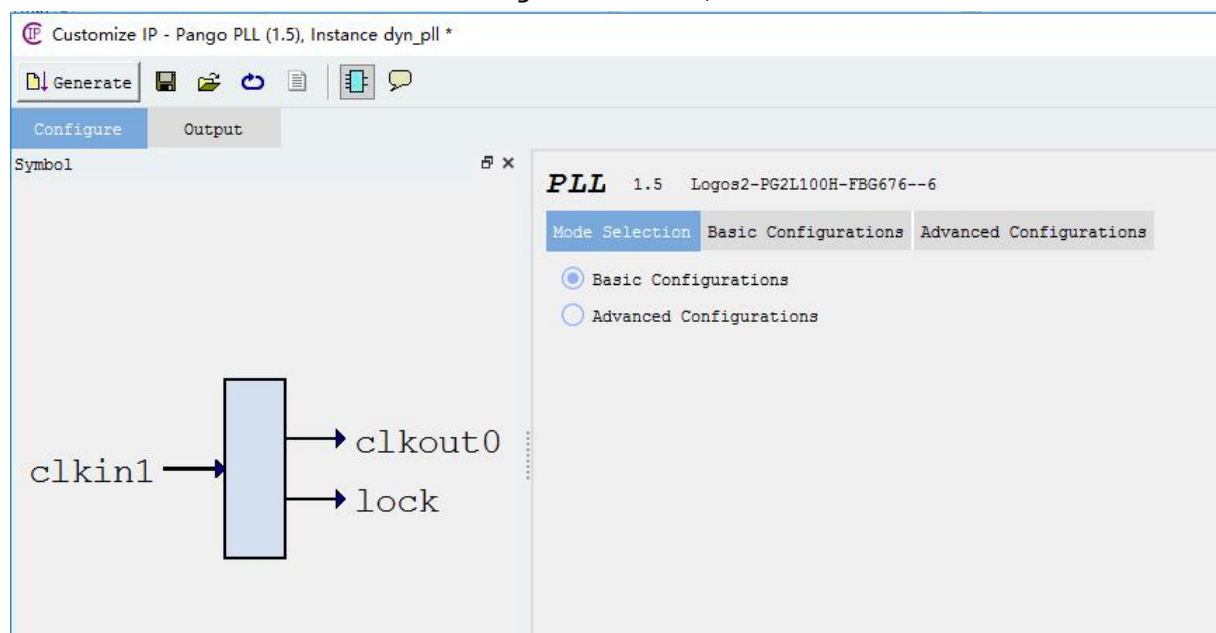

图 6.3-2 PLL 配置 Mode Selection
5、Mode Selection 选择 Basic Configurations 模式, 如图 6.3-2 所示